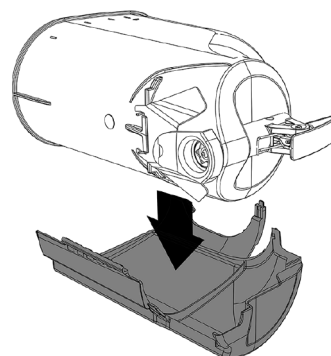

**figura 17**
- 6 Rimontare il contenitore spingendolo verso la parete posteriore, accertandosi che calzi correttamente sulla guarnizione. La leva di bloccaggio si abbasserà fino ad appoggiarsi al piano gocciolatoio (vedere figura 17).